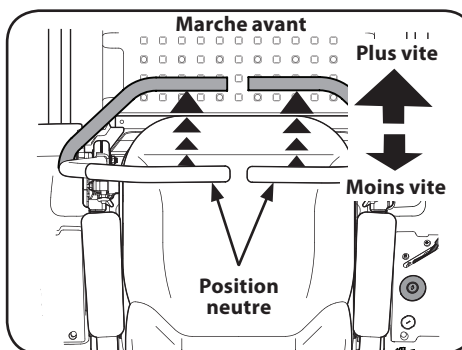

Figure 3-2
1. Poussez les barres de conduite lentement et graduellement vers l'avant. L'appareil commencera à avancer. Voir Figure 3-2.